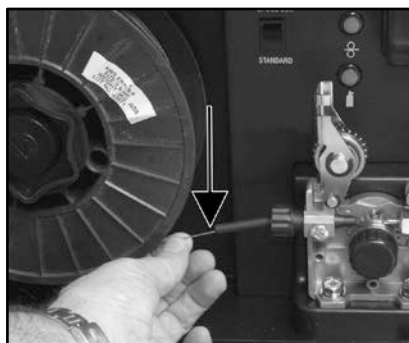

Fig. 12
5. Dénudez soigneusement le fil en vous assurant de le tenir pour éviter un déroulement rapide. Insérez soigneusement le fil dans le tube de guidage d'admission du dévidoir (fig. 12).